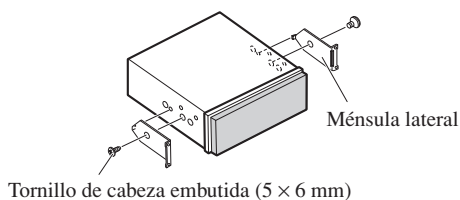

Fig. 10
2. Instale las ménsulas laterales. (Fig. 10)